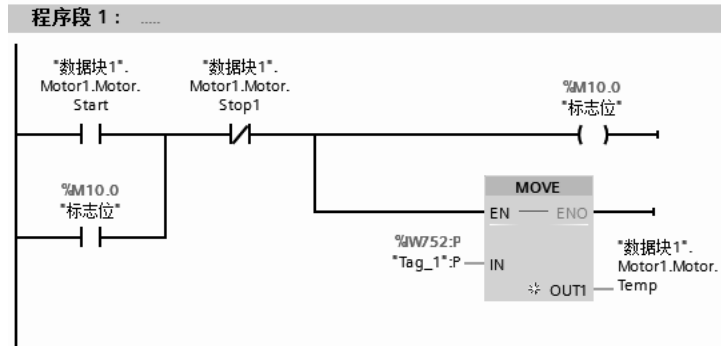

图 5-24 梯形图
④ 编写如图 5-24 所示的梯形图程序，梯形图中用到了 PLC 定义数据类型。